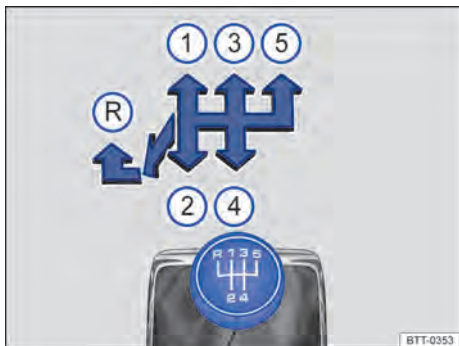

Fig. 84 Esquema de troca de marchas da transmissão manual de 5 marchas.
As posições de cada marcha estão representadas na alavanca de troca de marcha → Fig. 84.
- Empurrar a alavanca de troca de marcha totalmente para a esquerda e depois para frente até a posição da marcha a ré → Fig. 84 (R).